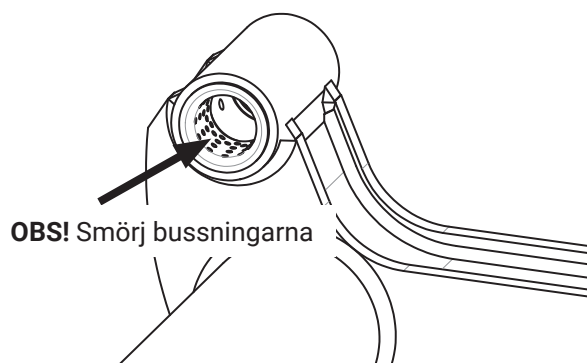

Bild 29. Var noga att initialsmörja metallbussningar
2. Smörj metallbussningarna på övre lagring av arm, se till att de små hålen på bussningens insida är fyllda med fett. Se Bild 29.